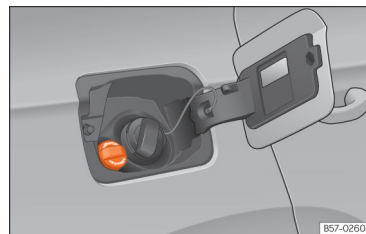

Fig. 208 Capacul rezervorului de AdBlue®.
- Deschideți capacul rezervorului » » » **fig. 208**.
- Rotiți bușonul rezervorului de SCR în sens antiorar » » » **fig. 208**.